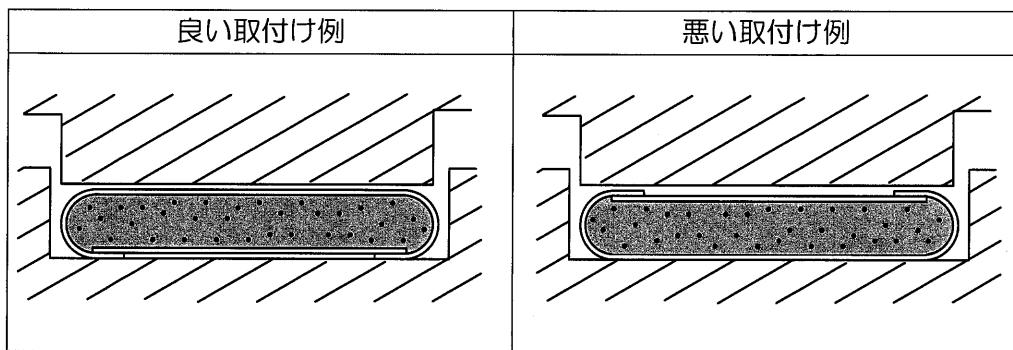

図5 みぞ形フランジに使用する場合の装着図
- みぞに入れて使用する場合は、図5のように、ガスケットの折り返し部のある面がフランジのみぞ底面に接触するように装着してください。